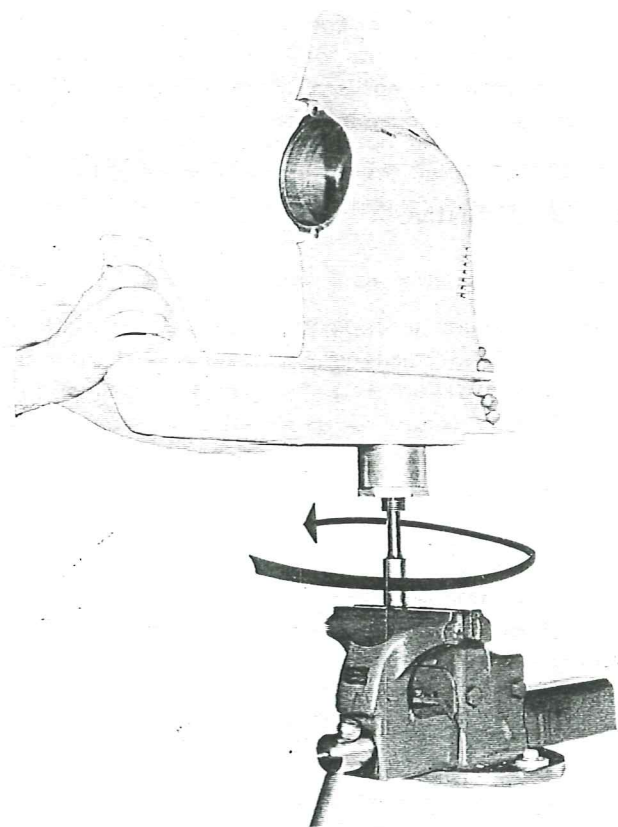
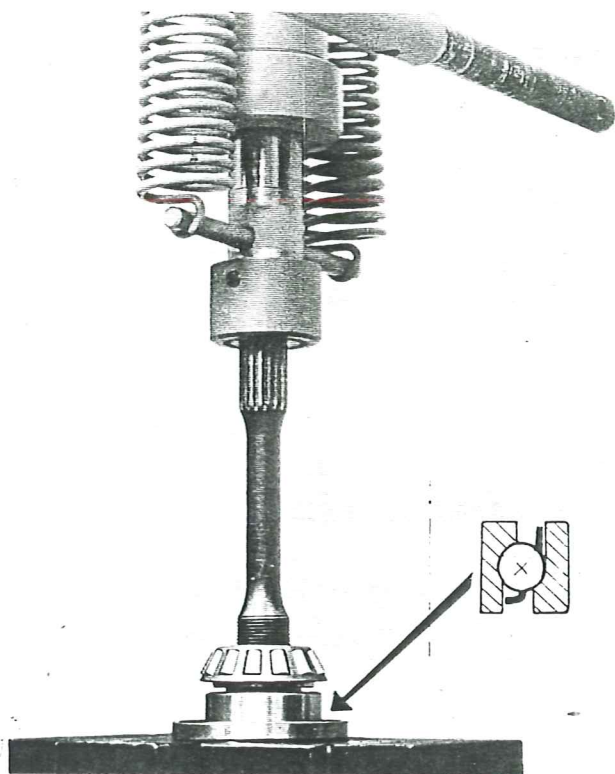

Fig. 31
Fig. 32
1. Vik upp låsbrickan (18) för muttern (17) som håller drevet på vertikala drivaxeln och skruva loss muttern.
2. Vik upp låsbrickan (15) och skruva loss rundmuttern (16). Tag bort låsbrickan och distansringen (14).
3. Lossa drevet med hjälp av verktygen 884267 och 884264, se fig. 31.
4. Lyft ur drevet (22). Obs! Brickan för nållagret (6). Nållagret (6) är ett fullnålslager med lösa nålar. Var noga med att få ut samtliga 27 st.
7. Pressa av kul- och rullagren från vertikalaxeln (mot pressens underlag). Se fig. 32. Obs! Distansmellanlägg mellan lagren.
8. Är nållagret (12) för propelleraxeln skadat demonteras detta med hjälp av verktygen 884169 och SVO 1821. Avdragaren SVO 1821 placeras i nållagret så att dess hullingar kommer på baksidan av nålarna. Skruva sedan
1. Pressa på kullagret (9 fig 59), distansmellanlägget (38) och rullagret (13). Obs! Lagrens placering och läge. Se fig. 32 och 43. Använd verktyg 884266.
2. Montera distansringen (14), låsbrickan (15) och muttern (16) på vertikala drivaxeln. Drag åt muttern. Obs! Lås ej i detta moment.
3. Vid montering av vertikalaxeln skall ett 0,35 mm tjockt shimspaket, bestående av ett pappersshim på 0,25 mm mellan två metallshims på vardera 0,05 mm, placeras mellan undre växelhus och kullager (9).
4. För att axeln skall erhålla styrning placeras först drevet (22) med bricka för nållagret på plats i huset. Placera därefter shimspaketet och vertikalaxeln i huset.
5. Montera brickan (18) och muttern (17). Drag muttern med 16 kpm (115 lb.ft.). Använd verktyg 884264 i splinesändan som mothåll. Obs! Lås ej i detta moment.
6. Montera spännverktyget 884348 över lagret (13).